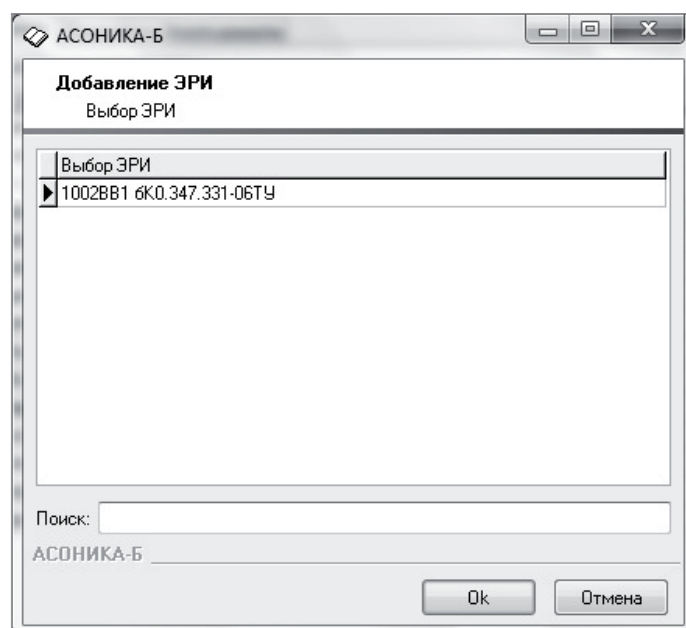

Рис. 16. Диалоговое окно *Выбор ЭРИ*
**Шаг 4.** В появившемся диалоговом окне укажите полный тип добавляемого ЭРИ и нажмите кнопку *OK* (рис. 16).